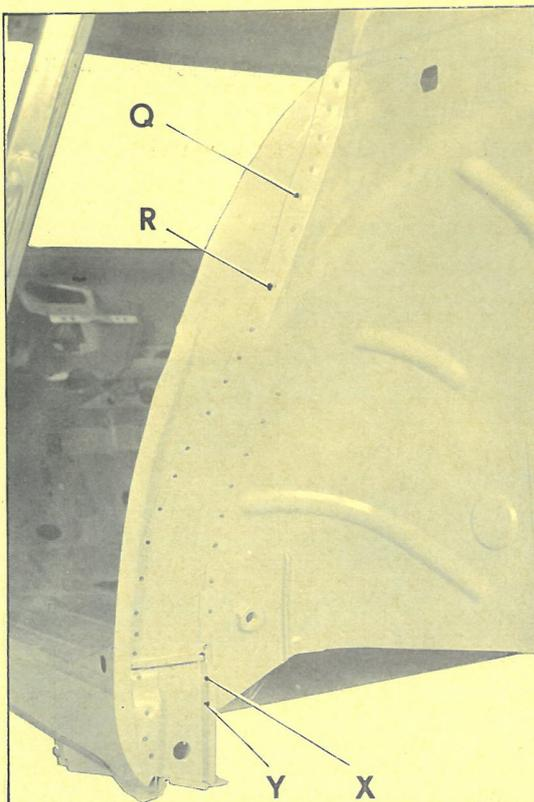

Fig. 4
- en QR (fig. 4) (trois points)
- en XY (fig. 4) (deux ou trois points)
en RQ (fig. 4)